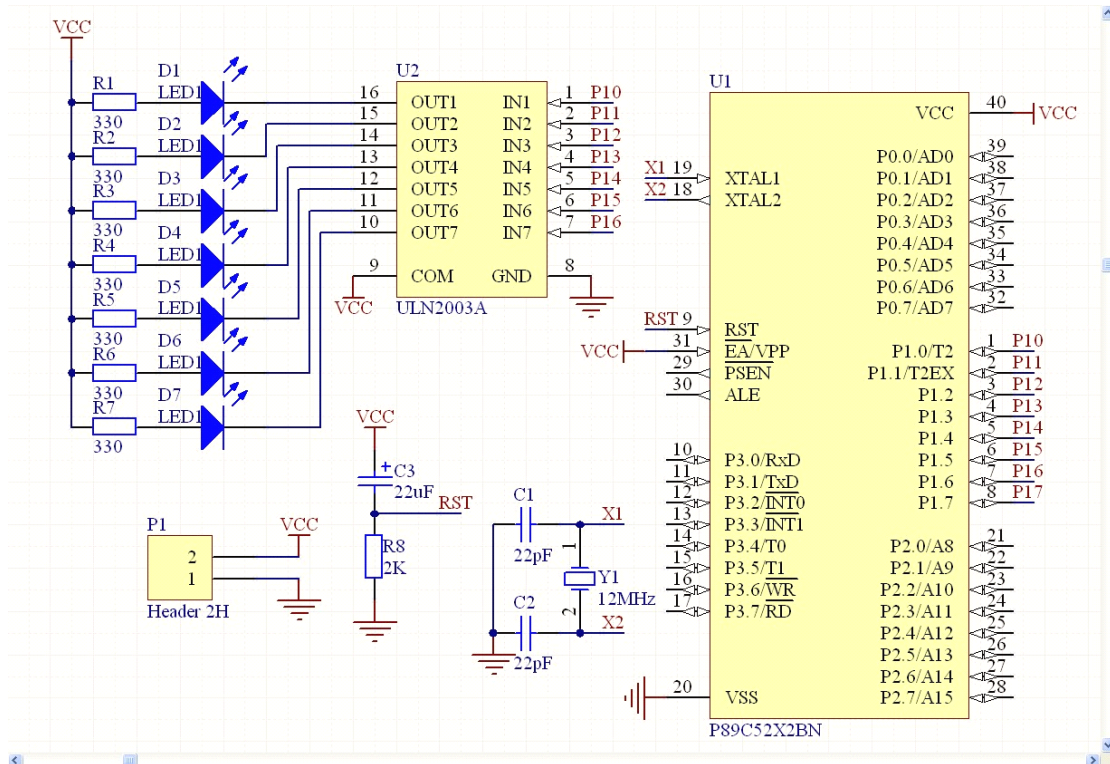

图 4-12-29
根据以下具体要求, 绘制图 4-12-29
- 打开“Sheet1.SchDoc”的原理图文件，绘制图 4-12-29。